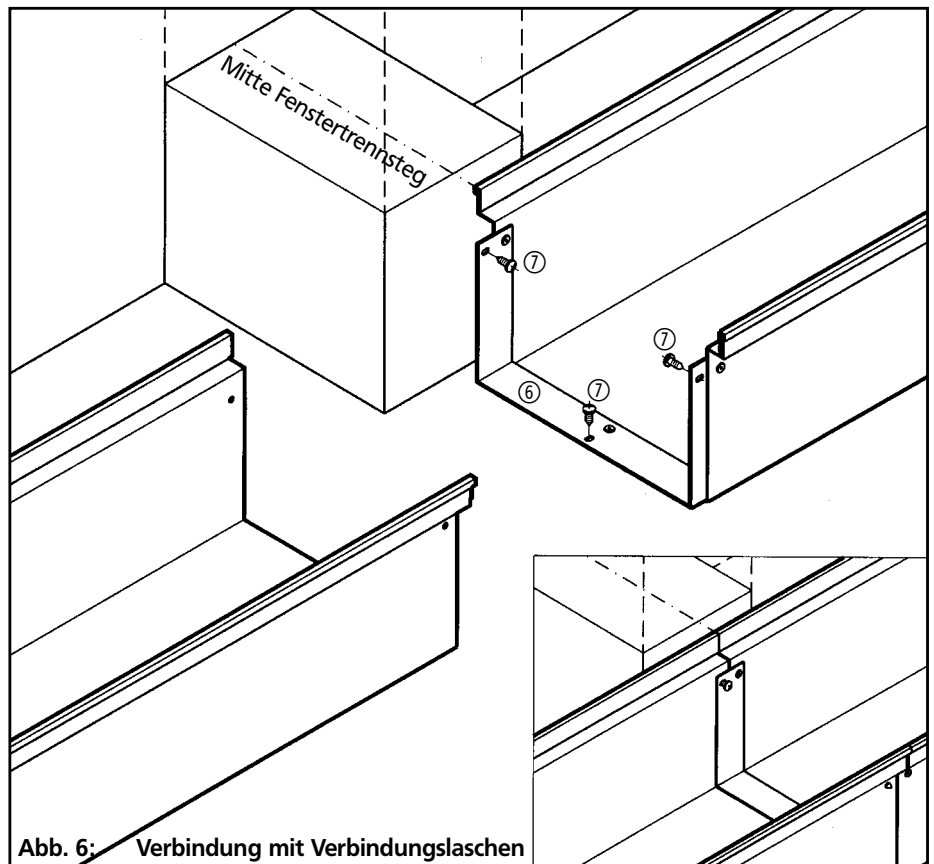

Abb. 6: Verbindung mit Verbindungs-laschen
Verbindungslaschen ⑥ sind an den Kanälen/Schächten einseitig vormontiert (Abb. 6).
- Verbinden Sie die Elemente mit Hilfe der gelieferten Schrauben 4,8 x 13 mm ⑦, 6,3 x 13 mm oder M5 x 10 mm. Je nach Ausführung werden die Verbindungs-laschen innen oder außen verschraubt.